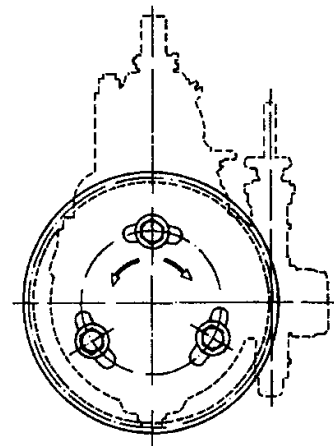

Рис. 2. Регулировка момента впрыска топлива.
3. Если угол большой или маленький, то необходимо ослабить 3 болта, которые соединяют ТНВД с шестерней, и отрегулировать необходимое положение, поворачивая ТНВД (см. рис. 2). Если смотреть с лицевой части на заднюю, то поворачивание ТНВД по часовой стрелке уменьшает величину угла опережения, а при поворачивании против часовой стрелки – увеличивает. После регулировки затянуть болты крепления ТНВД и проверить, что угол опережения установлен правильно.